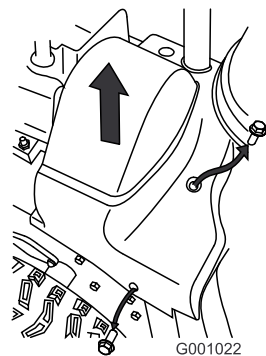

Figure 37
2. Soulevez le côté droit du couvercle de courroie (Figure 37).